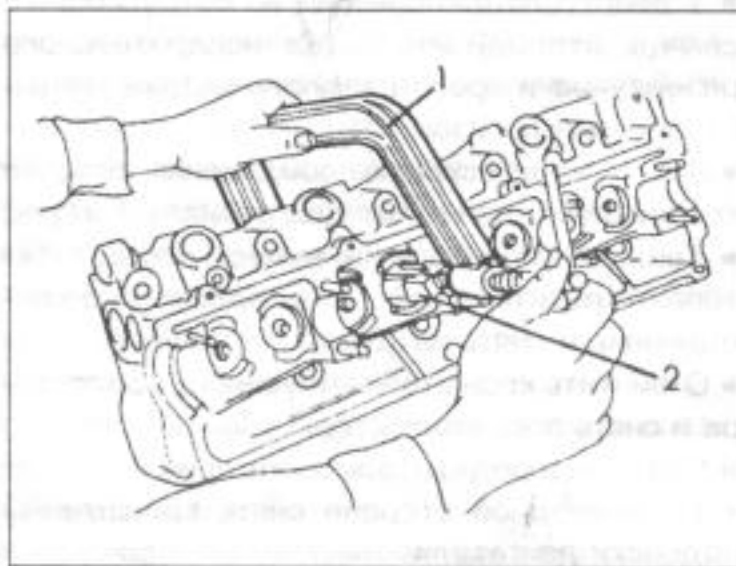

Рис. 41.
- Инструмент, предназначенный для снятия и установки клапанов, показан на рис. 41 и устанавливается на головке блока цилиндров, как показано на этом рисунке. Затянуть вороток инструмента до сжатия пружины, чтобы можно было вынуть сухари клапанов. Для снятия вентилей можно применить кусок трубы, которая насаживается на верхнюю тарелку пружины. Тарелка клапана на другой стороне хорошо прижата. Молотком слегка ударить по трубе так, чтобы могли выпасть сухари клапана. Они падают внутрь трубы. Трубу нужно хорошо прижимать к тарелке пружины, чтобы сухари не потерялись.